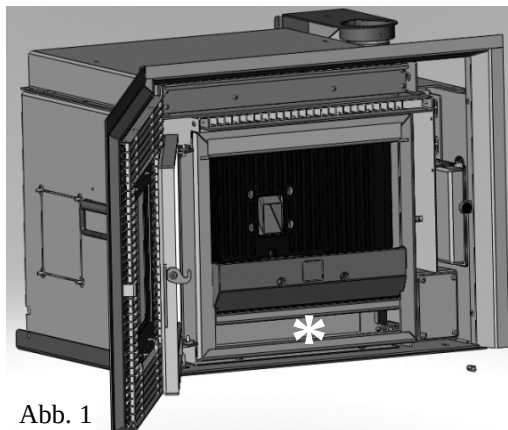

Abb. 1
- Den Feuerraum und das Fach unter dem Feuerraum reinigen (✱) (Abb. 1).